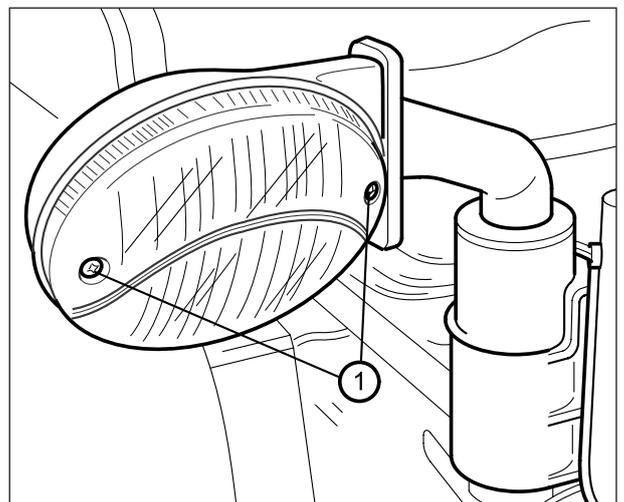

Fig. 132
Sustitución luces de posición y luces intermitentes delanteras (Fig. 132 - 133)
- 1 - Desenroscar los tornillos (1) Fig. 132 y quitar el vidrio.